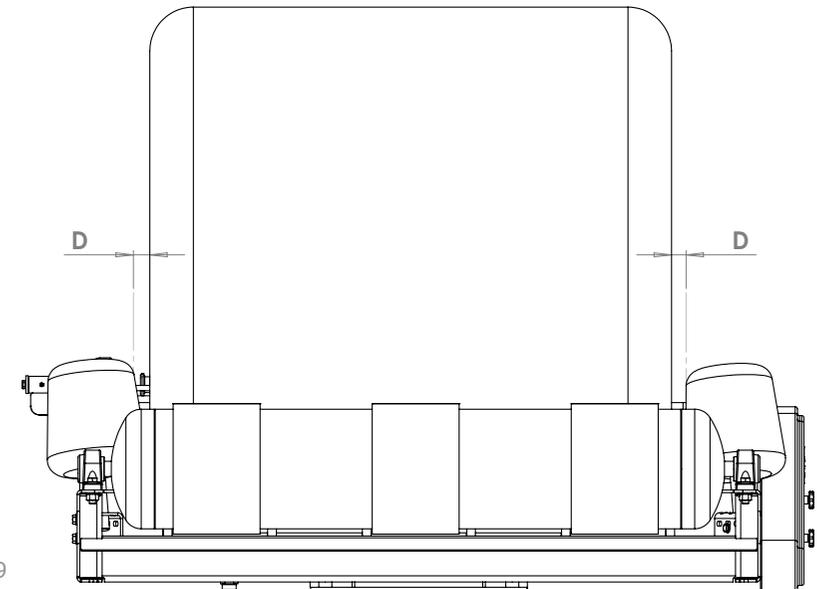

Abb. 6.9
Zur Stabilisierung der Ballen während des Wickelzyklus können die Stützrollen auf unterschiedliche Ballengrößen eingestellt werden. Es ist wichtig, dass die Stützrollen so eingestellt werden, dass sich die Ballen in der Mitte des Drehtisches befinden. Wenn der Ballen sich auf dem Tisch befindet (siehe Abb. 6.9), sollte der Abstand zwischen den beiden Endkanten des Ballens und den Stützrollen (D)  $< 50$  mm betragen.